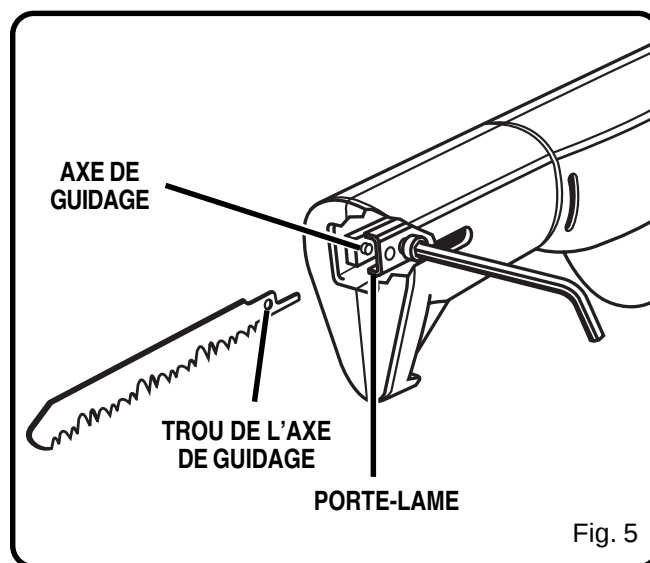

Fig. 5
Voir la figure 5.
- 3 Insérer la clé fournie dans le trou d'accès et retirer la vis de retenue de la lame. *Voir la figure 5.*